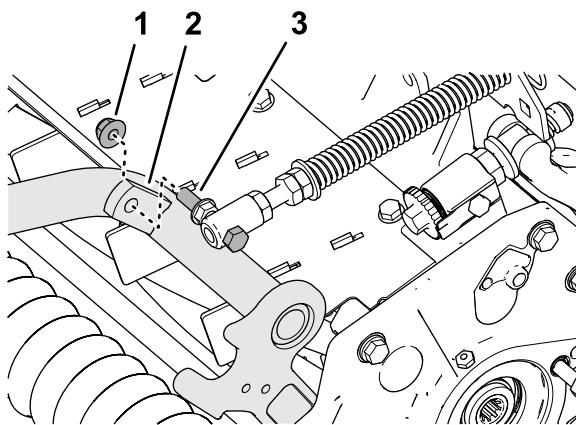

Figure 20
4. Fixez le ressort de compensation sur la patte droite du bâti porteur (Figure 20) avec le contre-écrou à embase ($\frac{3}{8}$ ').